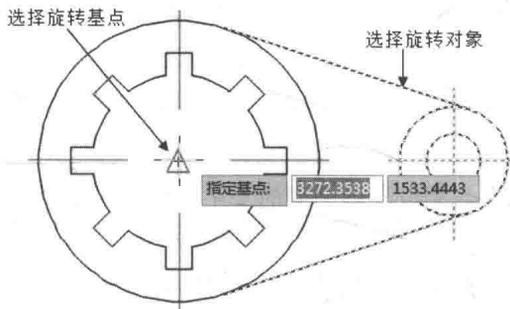

图2 定义旋转对象
- （2）选择基准线交点，按空格键完成旋转基点的指定，如图2所示。